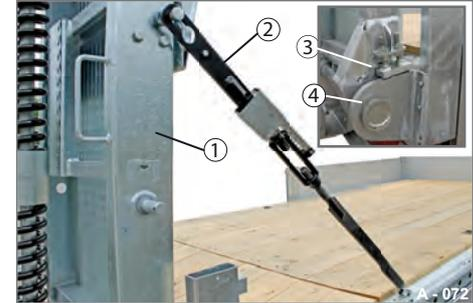

Abb. 109 Auffahrrampe zweiteilig sichern
- ▶ Prüfen, dass der Stützbock (Abb. 109/3) auf dem Lagerblech (Abb. 109/4) aufliegt.
- ▶ Sicherungsspanner (Abb. 109/2) anbringen - siehe ab Seite **146**.
- ▶ Auffahrrampe (Abb. 109/1) mit dem Sicherungsspanner festziehen und sichern.